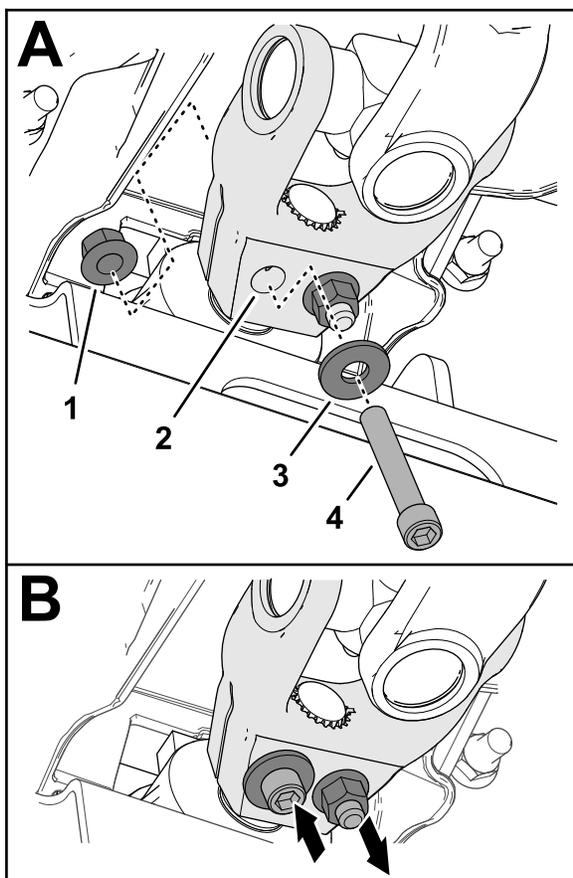

図 18
6. ソケットヘッドキャップスクリュー $\frac{3}{8}$  x  $2\frac{1}{4}$ "にワッシャ $\frac{3}{8}$ "を通し、駆動シャフトのヨークの穴 図 18 に通して、フランジロックナット $\frac{3}{8}$ "で固定する。
7. ソケットヘッドキャップスクリュー $\frac{3}{8}$  x  $2\frac{1}{4}$ "にワッシャ $\frac{3}{8}$ "を通し、駆動シャフトのヨークの穴 図 18 に逆方向から通して、フランジロックナット $\frac{3}{8}$ "で固定する。